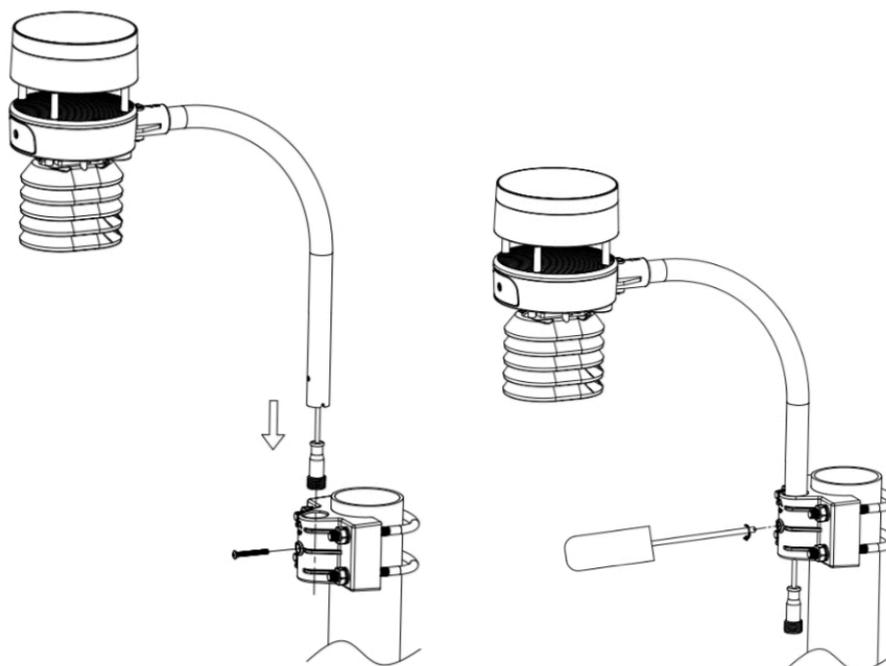

Figura 9: Schema di montaggio del pacchetto del sensore 5-4
4. Inserire il tubo del braccio nella base come mostrato nella Figura 9. Assicurarsi di allineare il piccolo foro nel braccio con i fori nella base. Inserire la vite della macchina attraverso i fori della base e del braccio. (se non è necessario accendere il riscaldatore, è necessario mantenere il terminale del cavo di alimentazione all'interno del braccio di montaggio e questo può rendere l'installazione pulita e ordinata. È possibile estrarlo quando necessario.)